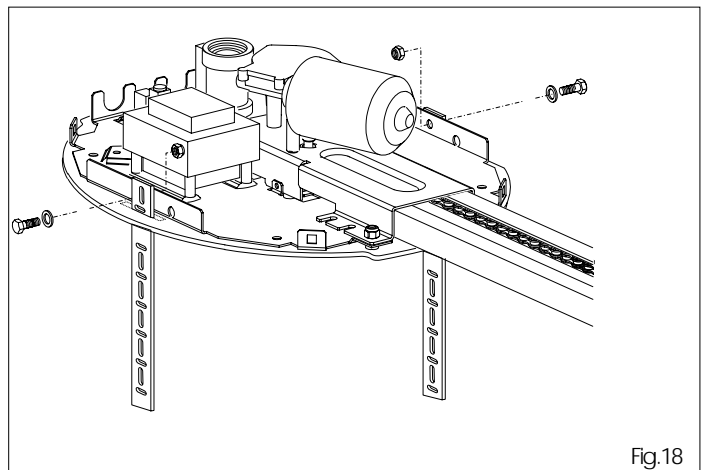

Fig.18
- 6.9 Insérer les brides en dotation dans les oeillets et bloquer sur l'opérateur avec l'écrou approprié (fig.18).